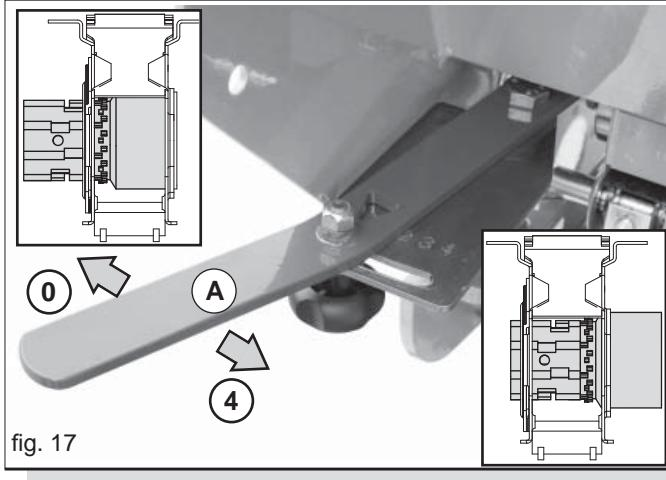

fig. 17
- 2) la palanca (Fig. 17) en posición «A»;
La máquina ha sido predisposta con rodillos para la distribución de semillas de pequeñas, medianas y grandes dimensiones. Antes de comenzar la siembra, seleccione la posición más adecuada para la palanca de apertura de los rodillos dosificadores, en función de la cantidad de semillas a distribuir, siguiendo las instrucciones indicadas en las TABLAS DE DISTRIBUCIÓN (pág. 15). La regulación de la apertura de los rodillos dosificadores se efectúa moviendo la palanca (**A**, Fig. 17) a lo largo del ojal situado entre las referencias **0** y **4**.
- 6) A este punto, es posible regular perfectamente la cantidad a distribuir variando la posición de la palanca (A, Fig. 17).